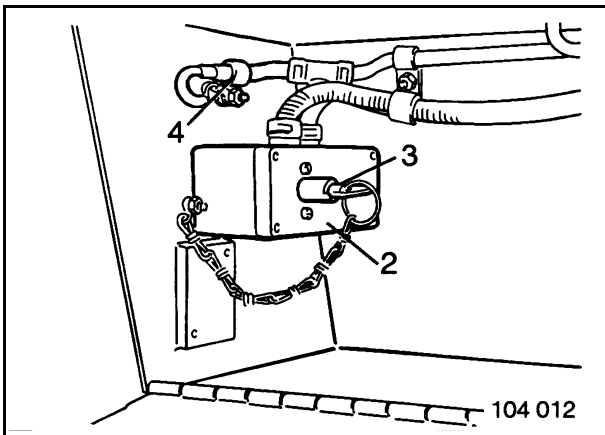

Fig. 2-30
Zur Betankungsanlage gehören Elektropumpe, Füllschlauch, Schaltkasten (3, Fig. 2-30) und Schlüsselschalter (2).
Vor dem Tanken prüfen, ob das Massekabel (4, Fig. 2-30) am Gehäuse befestigt ist. Durch eine statische oder elektrische Aufladung können